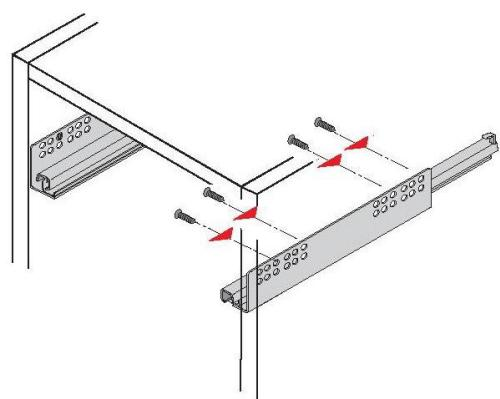

Рис. 2
3. На боковые стенки (150), (151), перегородку (155) шурупами 6,3x10,5 установить направляющие ящиков, при этом первое отверстие на боковой стенке совместить с третьим отверстием в верхнем ряду на направляющей (рис.2 и схема сборки).
4. На нижние торцы боковых стенок (150), (151) и планку опорную (158) установить подпятники-гвозди (схема сборки).